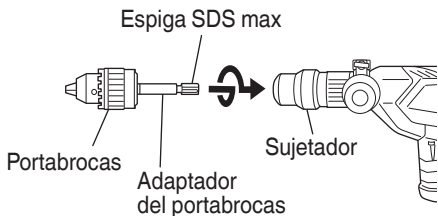

Fig. 15
- (2) Fijación del adaptador para portabarrenas al portabarrenas (Fig. 15)